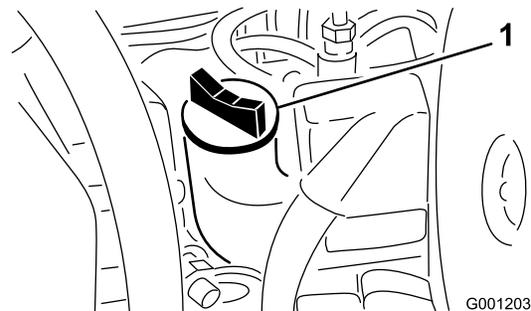

図 48
4. 不足している場合は、キャップ 図 48を取り、Full位置までオイルを補給する。入れすぎないこと。